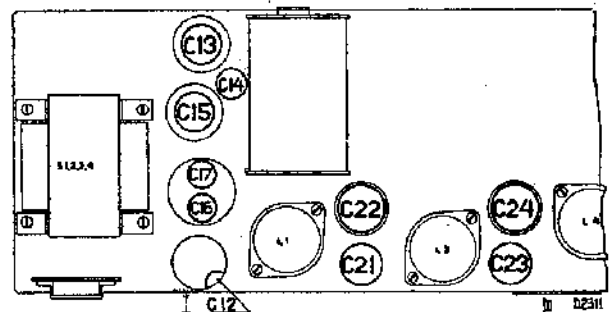

Fig. 3
4. Regel achtereenvolgens C16, C15, en C13 op max. output (fig. 3).